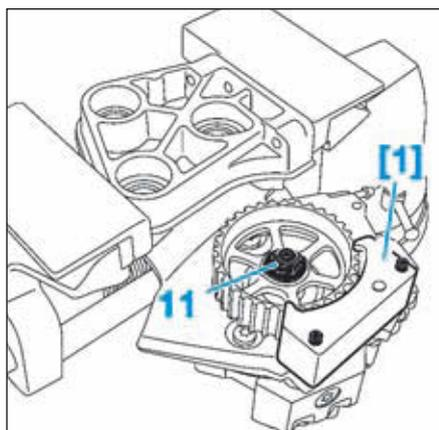

FIG.31
- Placer le support de la pompe dans un étau (Fig.31),
- Déposer l'écrou (11) de la roue dentée.